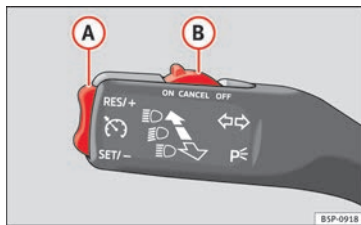

Abb. 137 Blinker- und Fernlichthebel: Schalter und Wippe für die Geschwindigkeitsregelanlage
Zur Wiederaufnahme der Regelung lassen Sie das Brems- bzw. Kupplungspedal los oder reduzieren Sie die Fahrzeuggeschwindigkeit auf unter 180 km/h (112 mph) und drücken einmal den oberen Teil der Wippe **RES/+** » **Abb. 137 (A)**.
Das System **schaltet sich automatisch aus** wenn das Bedienteil **(B)** » **Abb. 137** bis ganz nach oben rechts (**OFF** einrastet), bzw. bei stehendem Fahrzeug durch Ausschalten der Zündung.